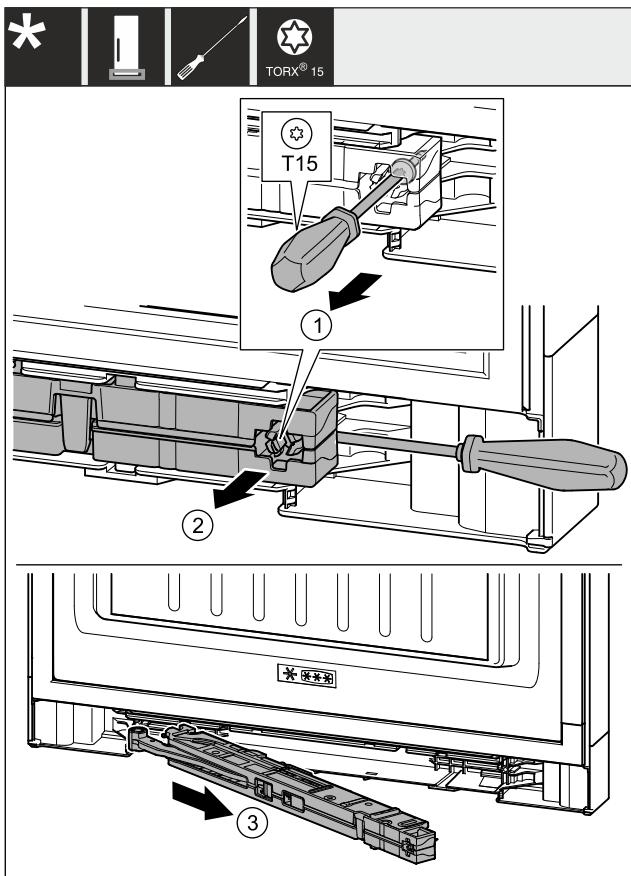

Fig. 7
- ▶ Skrutku na jednotke tlmiča uzatvárania uvoľnite skrutkovačom T15 o cca 14 mm. Fig. 7 (1)
- ▶ Skrutkovač zasuňte na strane držadla za jednotku tlmiča uzatvárania. Jednotku otočte dopredu. Fig. 7 (2)
- ▶ Jednotku vytiahnite. Fig. 7 (3)